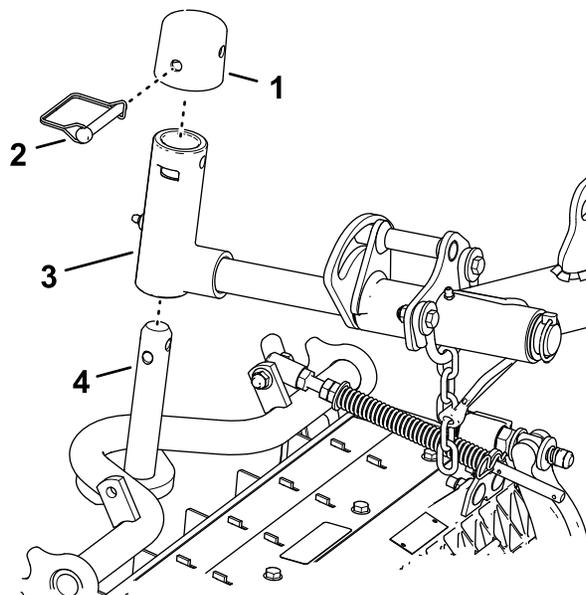

图 25
1. 将滚刀组滑到提升臂下方（图 25）。
锁定用于在山坡上剪草的滚刀组枢轴——锁定滚刀组枢轴以防止滚刀组在坡面上剪草时向下坡方向旋转。使用提升臂枢轴（图 25）上的孔锁定滚刀组。将槽用于可偏转的滚刀组。